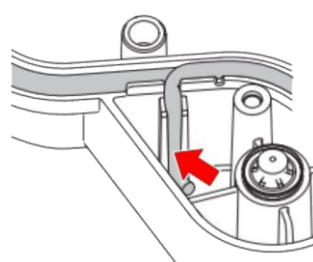

Figura 7
5. Coloque el segundo extremo de la tira de sellado sobre el primer extremo y luego diríjalo fuera del conducto. Coloque la tira de sellado en la parte inferior con el soporte. Indicado por la flecha en la Figura 7.